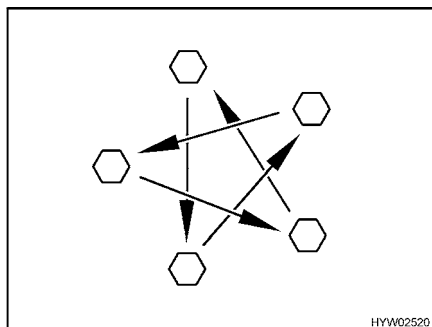

Fig. 132 Serrare a croce i dadi o i bulloni delle ruote
- Controllare regolarmente il serraggio dei dadi o dei bulloni. Regolare il serraggio dei dadi delle ruote o dei bulloni delle ruote di una ruota sostituita dopo circa 50 km (Fig. 132).
- Se si utilizzano cerchi nuovi o riverniciati, regolare il serraggio dei bulloni o dei dadi dopo altri 1000 - 5000 km (Fig. 132).